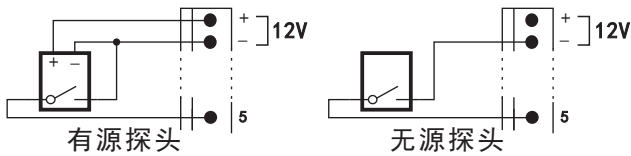

图2 探头连接示意图
- 2) 安防接口：+,-为12V电源输出端口，给有源探头供电，需确保有源探头的工作电压在此范围之内；Z(1~8)为防区1到防区8的探头接口,终端支持防区开路/短路检测，防区1默认接SOS按钮,探头连接如图2所示；注：探头电源输出最大电流100mA